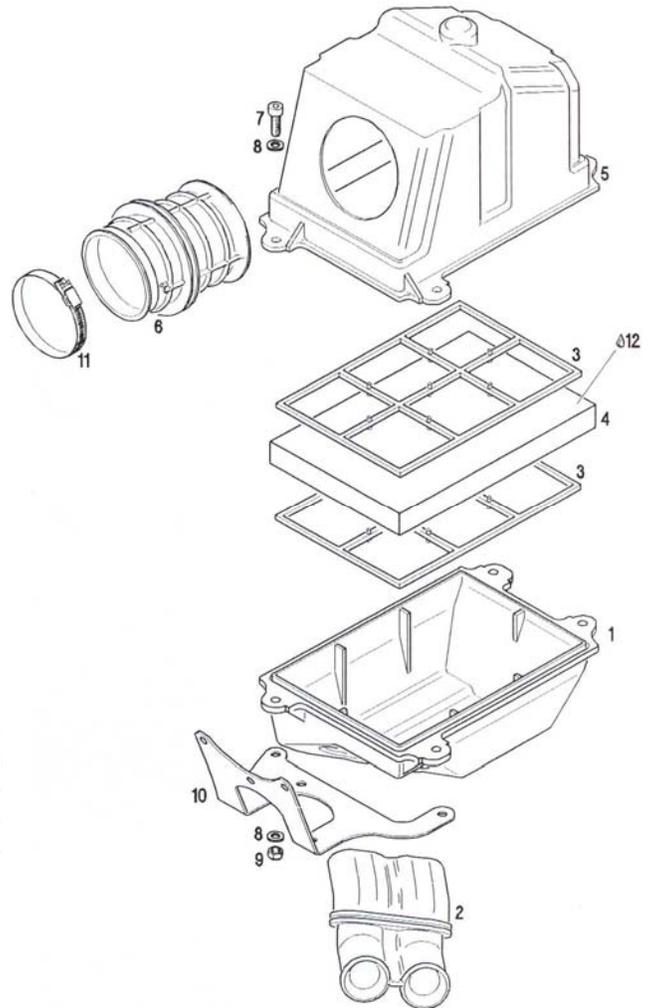

Fig.9
- ⇒ Instale la bomba de gasolina con los dos tornillos allen M6 x 20 y dos tuercas de seguridad en la parte de abajo del soporte (10, fig. 9), de manera que la conexión de la línea de impulsión (1) apunta hacia abajo y la línea de suministro de gas (2) (flecha en el cuerpo de la bomba) apunte hacia el asiento del piloto.
- ⇒ Corte dos tramos de manguera de gasolina que viene incluida y conéctela en la conexión del impulsor inferior (1) y en la conexión de la salida (3) (flecha en el cuerpo de la bomba).
- ⇒ Después conecte el soporte (10, fig. 9) en el cilindro usando los tres tornillos inferiores del soporte del carburador. Apriételes a 6 Nm / 53 lb pulg.
⇒ Ensamble los componentes del silenciador como se muestra (fig. 9) y junte las dos mitades del silenciador con los tornillos allen, arandelas planas, tuercas de seguridad y placa de soporte (10) que vienen incluidos.